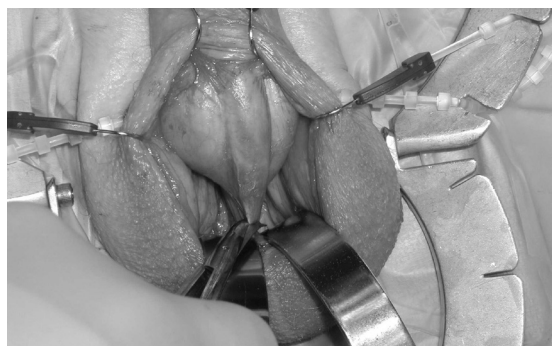

Figura 4-17.
6. Viene quindi eseguita la dissezione netta del setto scrotale dall'uretra bulbare. (**Figura 4-17**)